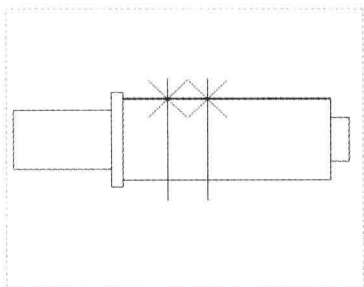

图 12-52 添加破断点
Step 03 单击“添加”按钮，在绘图区的合适位置单击鼠标左键，添加破断点，如图 12-52 所示。